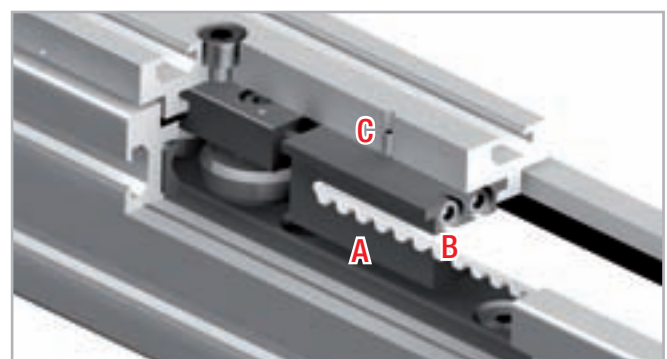

Рис. 21
1. Вывинтить предохранительные винты "С" (находящиеся на боковой поверхности крепёжной пластины каретки) из натяжителя "А" (см. Рис. 21).